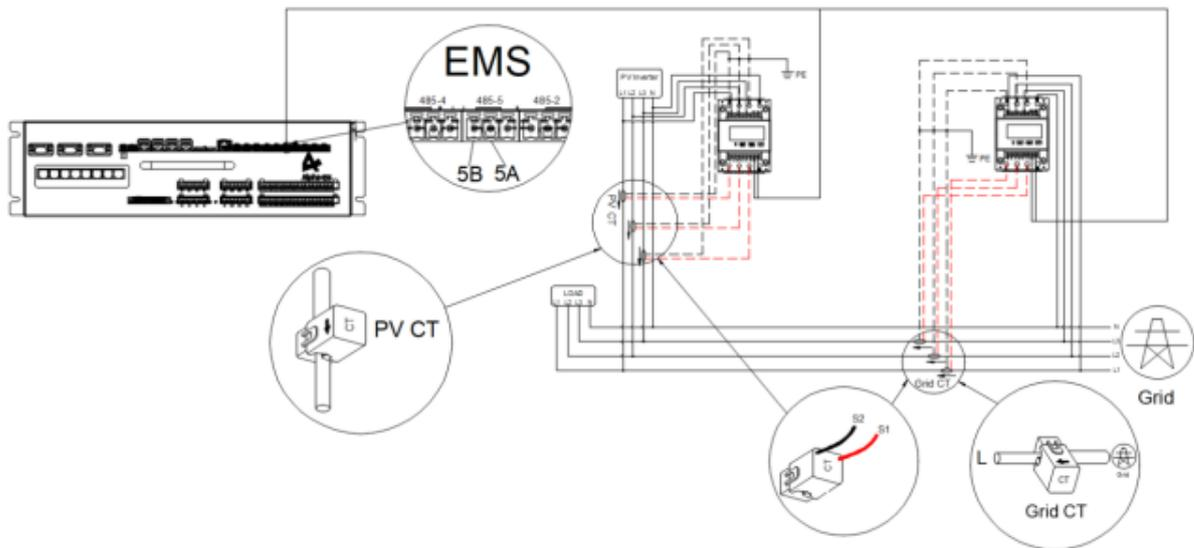

Abb. 4-12. Darstellung der Anschluss der Stromwandler.
Der Anschluss der Stromzähler muss anhand des Dreiphasen-Vierleitersystems wie in der Abb. 4-11 durchgeführt werden. Die Richtung des Stromwandlers (CT) und die Position im Stromzähler für die Verkabelung mit den zwei Kabeln des Stromwandler müssen beachtet werden, z.B. Ia* sollte an S1 verknüpft werden, Ia sollte an S2 verknüpft werden. Die Anschlusspunkt der Stromwandler bzw. S1 und S2 wird in der Abb. 4-12 dargestellt.
In der Abb. 4-12 wird der Anschluss der Stromwandler von Chint dargestellt, dabei wird der Stromwandler mit der Abkürzung des englischen Namens bzw. CT in der Abbildung bezeichnet. Der Anschlusspunkt S1 vom Stromwandler wird mit der roten Farbe dargestellt, im Vergleich dazu wird der Anschlusspunkt S2 vom Stromwandler mit der schwarzen Farbe dargestellt.
Der Anschluss der Stromzähler von Chint muss anhand des Dreiphasen-Vierleitersystems wie in der Abb. 4-12 durchgeführt werden. Die Richtung des Stromwandlers (CT) und die Positionen im Stromzähler für die Verkabelung mit den zwei Kabeln des Stromwandler müssen beachtet werden, z.B. 1 sollte an S1 verknüpft werden, 3 sollte an S2 verknüpft werden.